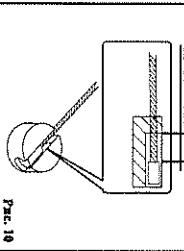

Рис. 12
1. Продолжите установку двигателя крестом. (Рис. 12)